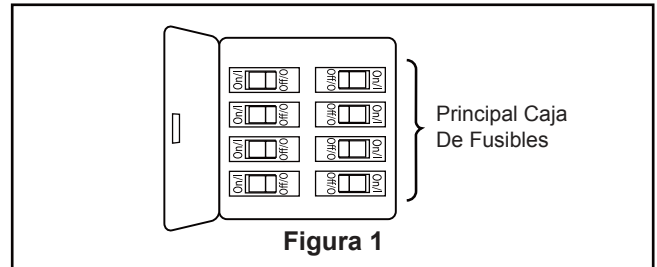

Figura 1
Uso de perfil bajo (Figura 1)
Para evitar una posible descarga eléctrica, asegúrese de cortar la alimentación eléctrica de la caja de fusibles principal antes de colgar el ventilador. (Figura 1)
- 1. Instale la unidad del motor a la unidad de soporte de techo utilizando los tornillos retirados previamente fije con seguridad los tres tornillos. (Figura 1)
1. Coloque las palas a través de las ranuras en la cubierta del motor y fije la unidad del motor usando los tornillos de cabeza plana #8-32. Asegúrese de que los tornillos fijan adecuadamente las palas al centro del motor estando éstas colocadas correctamente. (Figura 1)
1. Extraiga uno de los tres tornillos del soporte ubicado en la parte inferior de la unidad del motor. Guárdelos para después y afloje levemente los otros dos tronillos. (Figura 1)
- 1. IMPORTANTE:** El uso de un regulador de la intensidad completa (no incluido) para controlar la velocidad del ventilador dañará el dispositivo. Para reducir el riesgo de incendio o descarga eléctrica, no utilice dicho regulador para controlar la velocidad del ventilador. (Figura 1)